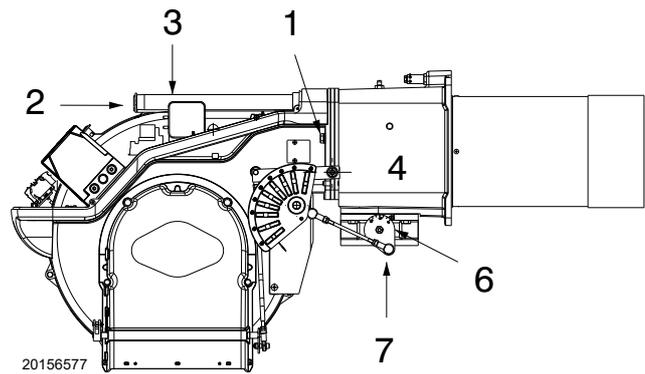

Abb. 19
- Montieren Sie den Brenner wieder auf den Gleitschienen 3)(Abb. 19) in etwa 100 mm Abstand zur Muffe 4)(Abb. 19);
- Befestigen Sie den Brenner mit den Schrauben 1)(Abb. 19) an der Muffe.
- Hängen Sie das Gelenk 7) wieder am Skalensegment 6)(Abb. 19) ein.